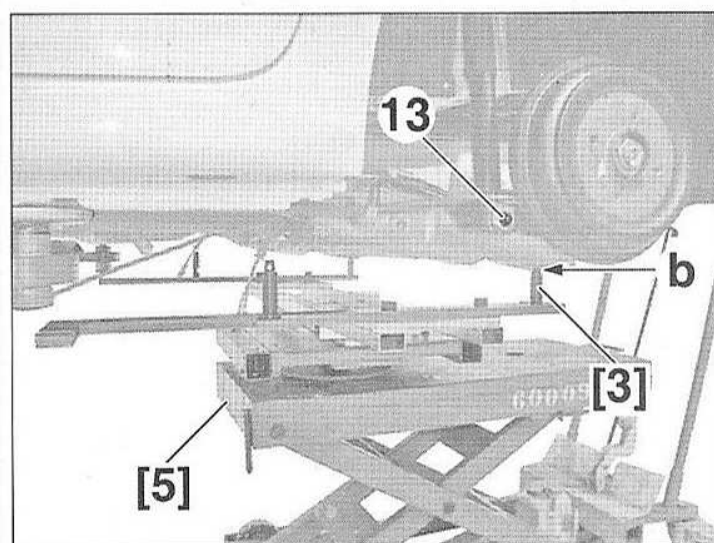

FIG.70
- Placer cet assemblage sur l'outil [5] sous l'essieu et engager les outils [3] sous chaque bras en (b) (Fig.70).
- la vis inférieure (13) de l'amortisseur,